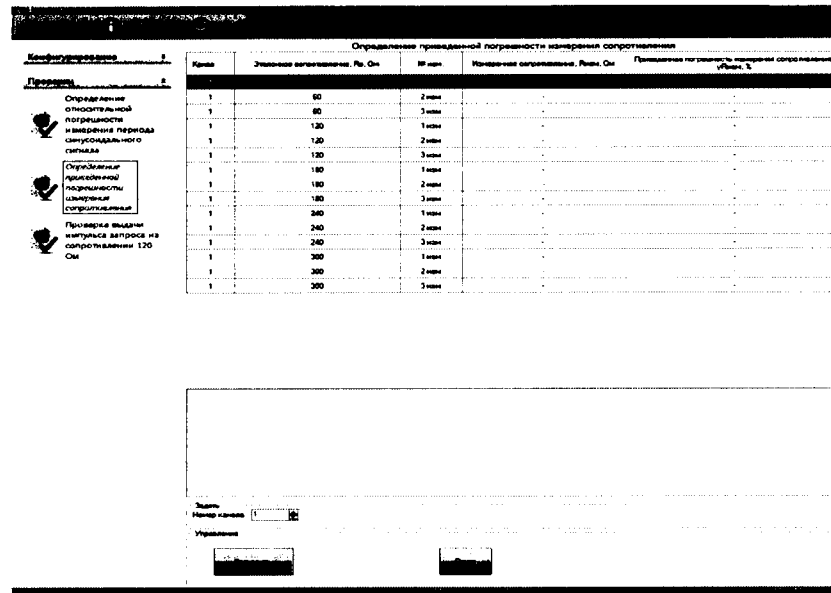

Рисунок 20 - Задача «Определение приведенной погрешности измерения сопротивления»
4.6.4 В появившемся окне задачи «Определение приведенной погрешности измерения сопротивления» (Рисунок 20), в окне задачи «Номер канала» задать канал - 1.